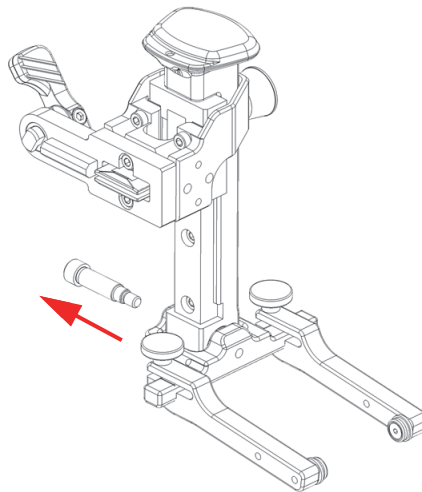

Figura 2-21 Extracción de tornillo de viga pivotante de horquilla
4. Extraiga el tornillo de la viga pivotante de horquilla con una llave hexagonal de 2,5 mm (ver Figura 2-21 en la página 57).